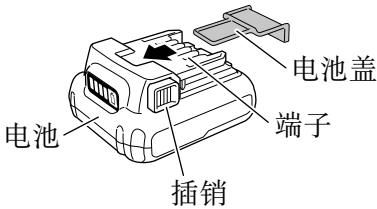
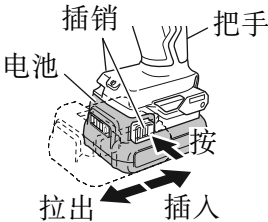

图 3
图 4
- 请先紧抓住把手、然后再推压电池插销以拆下电池（参照图 3 和图 4）。
- 插入电池时请注意极性（参照图 4）。